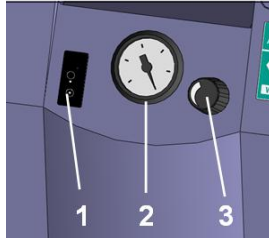

Abb. 6
9. Das Gerät am Ein-/Aus-Schalter (Abb. 6/1) einschalten.
10. Den Vakuumregler (Abb. 6/3) ganz nach rechts drehen, um die maximale Saugleistung einzustellen.
13. Die Vakuumanzeige muss jetzt die maximale Saugleistung von ca. - 0,8 bar anzeigen (Abb. 6/2).